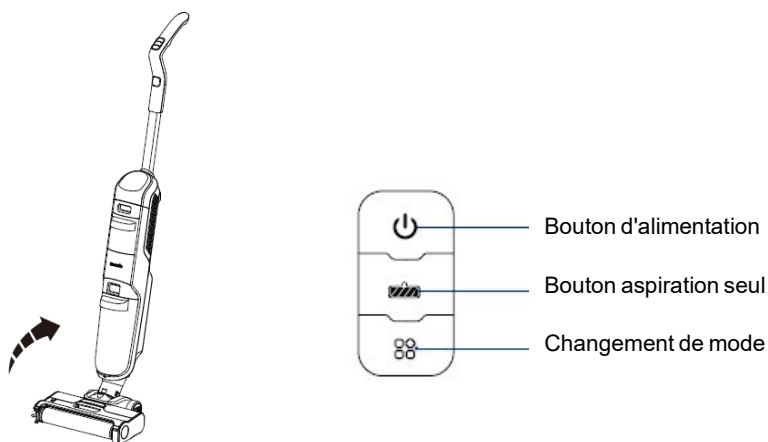

Fig. 17
A. **Démarrage** : Tenez la poignée et inclinez l'appareil pour le mettre en marche (l'appareil ne fonctionnera pas en position verticale), comme indiqué sur la Fig. 17. Appuyez sur la touche marche / arrêt pour mettre l'appareil en marche.